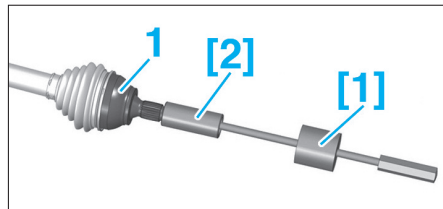

FIG. 6
- [1]. Extracteur à inertie (réf : 1671-T/0316-A) (Fig.6).
- [2]. Manchon fileté d'extraction de fusée (réf : 4083-T/0410-A) (Fig.6).
- le bol (1) à l'aide des outils [1] et [2] (Fig.6),